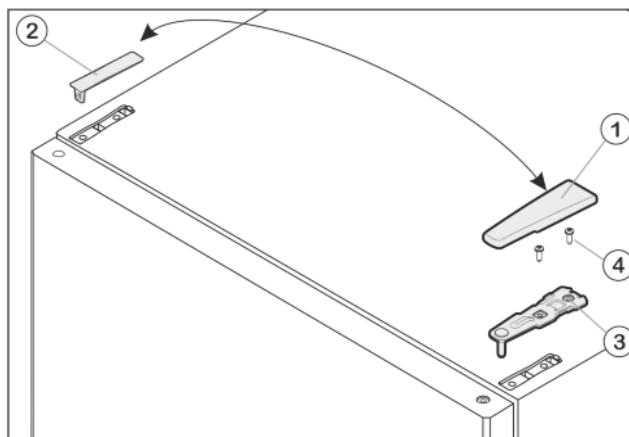

Fig. 8
- ▶ Drag bort täckbrickan Fig. 8 (1) framåt och uppåt.
- ▶ Lyft bort täckbrickan Fig. 8 (2).
- ▶ Skruva bort övre lagerbock *Fig. 8 (3)* (2 gånger Torx® 25) *Fig. 8 (4)* och drag bort den uppåt.
- ▶ Sätt i övre lagerbock *Fig. 8 (3)* på den nya gångjärnssidan i dörren.
- ▶ Skruva fast övre lagerbock (**med 4 Nm**) (2 gånger Torx® 25) *Fig. 8 (4)*. Borra eventuellt upp skruvhålen eller använd skruvdragare.
- ▶ Sätt på och lås fast täckbricka *Fig. 8 (1)* och täckpanel *Fig. 8 (2)* på motsatta sidan utifrån.